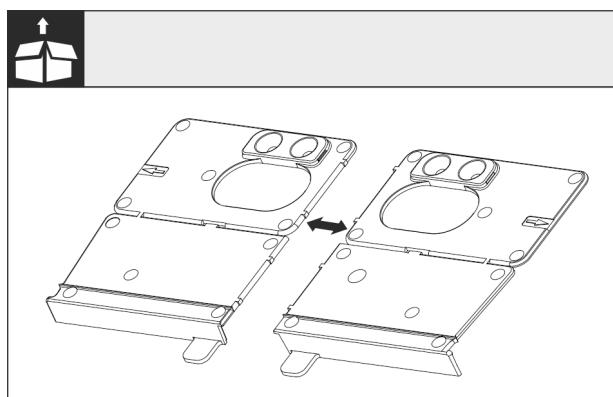

Fig. 24
- ▶ Отделите дно монтажного угла Fig. 24 () на перфорации.